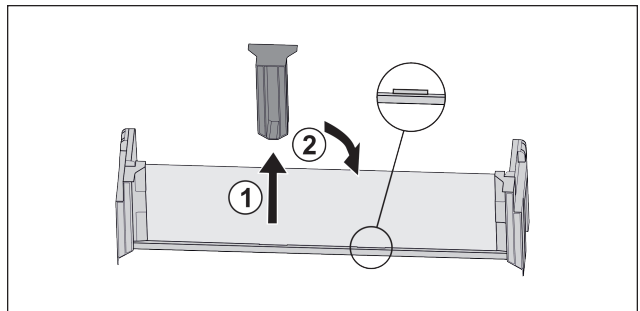

Fig. 36*
- ▶ Изтеглете средната задържаща част Fig. 36 (1).*
- ▶ Вкарайте средната задържаща част на втората позиция Fig. 36 (2).*